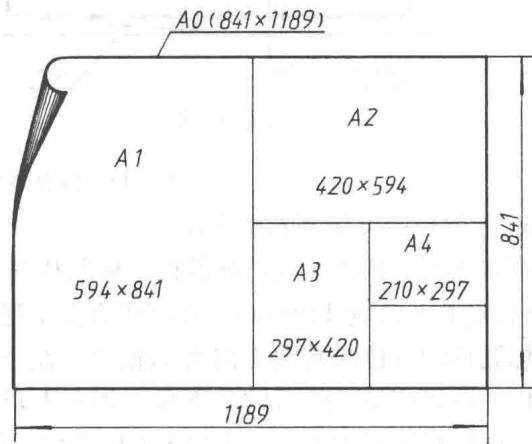

图 1-14 基本幅面的尺寸关系
1) 应优先采用基本幅面（表 1-1）。基本幅面共有五种，其尺寸关系如图 1-14 所示。